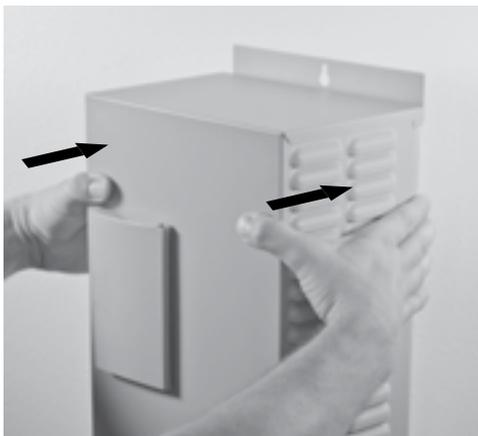

Figure 7 – Repose du couvercle du mécanisme
6. Pour reposer le couvercle du mécanisme, accrocher sa partie supérieure sur la plaque arrière (en s'assurant de laisser un espace). Abaisser la partie inférieure du couvercle pour le mettre en place. Pousser le couvercle uniformément contre la plaque arrière pour éliminer l'espace. Voir la Figure 7.